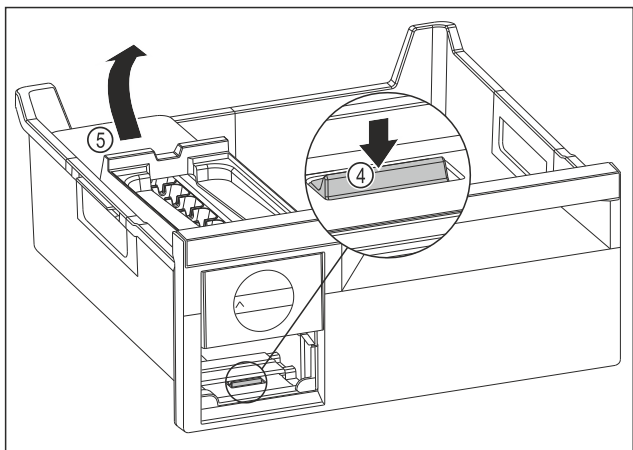

Fig. 111
- ▶ Извлеките корпус EasyTwist-Ice: Надавите пальцем вниз на накладку Fig. 111 (4) и одновременно другой рукой поднимите корпус EasyTwist-Ice Fig. 111 (5) сзади.